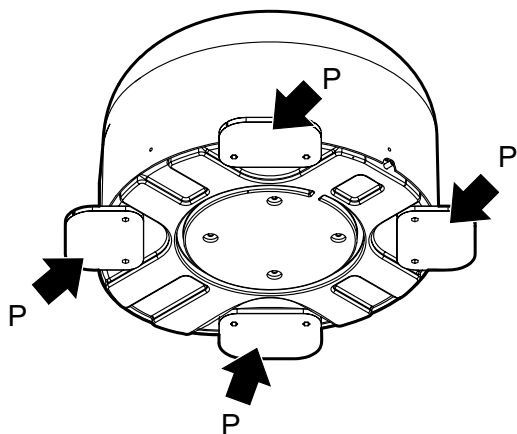

Fig. 6
3. Nettoyer soigneusement les 4 plaques (P) de montage sur l'antenne et le toit du véhicule avec de l'alcool et faire évaporer avant d'appliquer le mastic (**Fig. 6**).